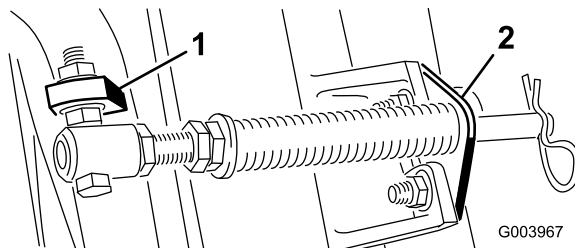

Figura 6
- B. Rimuovete il dado flangiato che fissa il bullone del tubo della molla all'aletta del telaio portante (**Figura 6**). Rimuovete il gruppo.
Nota: Posizionate la testa del bullone sul lato esterno dell'aletta, come illustrato nella **Figura 6**.
- D. Montate la staffa dell'asta sulle alette degli elementi di taglio usando i bulloni a testa tonda e i dadi (**Figura 6**).